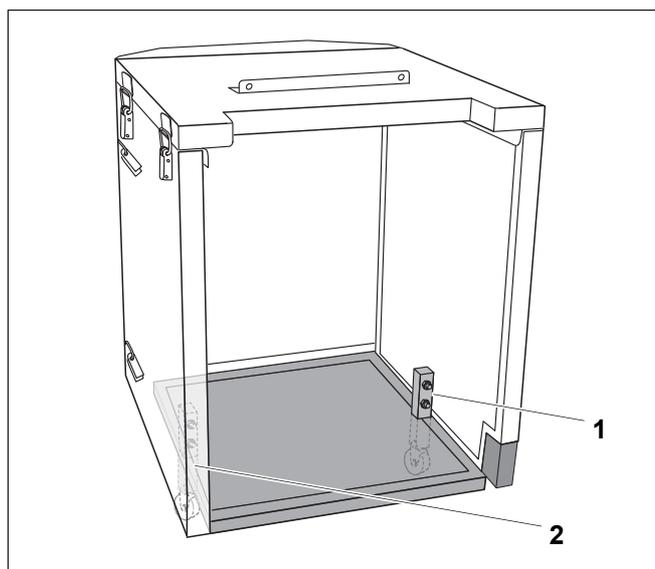

Рис. 13 Демонтаж задней стенки
- Отверните стопорные винты двух задних опор (рис. 13, [1] и [2]).